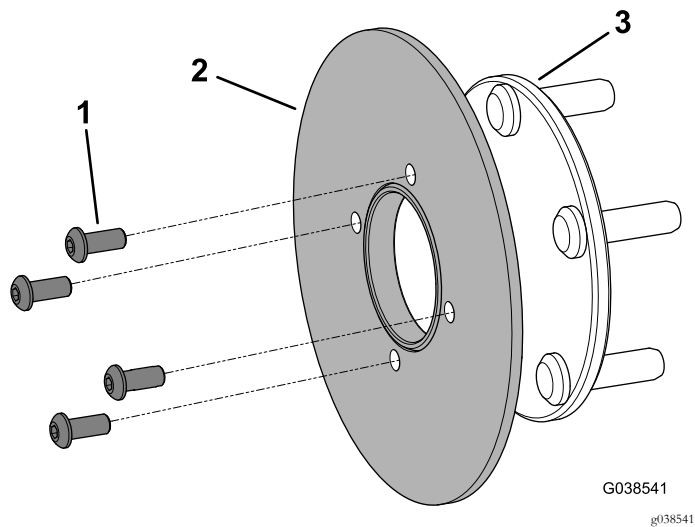

Figur 6
- Fjern støvhetten, hårnålssplinten, mutterholderen og låsemutteren, og fjern navet og rotoren fra spindelen (Figur 6).
- A. Stram låsemutteren mens du dreier navet for å sette lagrene på plass, og stram låsemutteren til 16–20 N·m som vist i Figur 6.
- B. Løsne låsemutteren til den ikke lenger har kontakt med skiven med tapp og navet, og stram låsemutteren til 169–226 Ncm mens du roterer navet (Figur 6).
- C. Monter mutterholderen over låsemutteren, påse at hullet for hårnålssplinten er synlig, og monter hårnålssplinten (Figur 6).
- D. Sett på støvhetten (Figur 6).